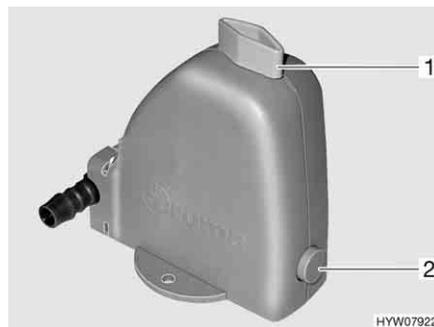

Bild 210 Sicherheits-/Ablassventil des Boilers
Der Boiler ist mit einem Sicherheits-/Ablassventil (Bild 210) ausgestattet. Das Sicherheits-/Ablassventil verhindert, dass das Wasser im Boiler einfriert, wenn bei Frost die Heizung nicht eingeschaltet ist.
- Sicherheits-/Ablassventil schließen. Dazu den Drehknopf (Bild 210,1) quer zum Sicherheits-/Ablassventil drehen und den Druckknopf (Bild 210,2) hineindrücken.
- Sicherheits-/Ablassventil öffnen. Dazu den Drehknopf (Bild 210,1) längs zum Sicherheits-/Ablassventil drehen. Der Druckknopf (Bild 210,2) springt heraus. Der Boiler wird über das Sicherheits-/Ablassventil nach außen entleert.